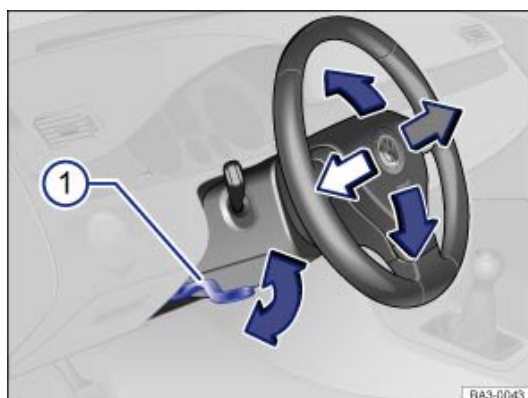

Fig. 67 Sous le volant, dans le revêtement de la colonne de direction : levier de réglage mécanique de la position du volant
- Faites pivoter le levier ⇒ Fig. 67 ① vers le bas.
- Bloquez le levier ⇒ *Fig. 67* ^① en le faisant pivoter vers le haut après le réglage afin que le volant ne change pas de position de manière inopinée pendant la marche du véhicule.